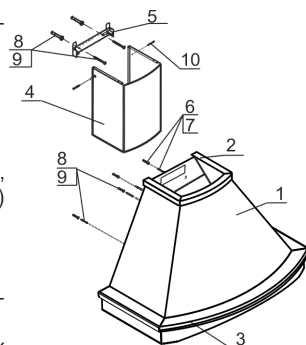

рис. 3
6.1* Прежде чем навесить кухонную вытяжку, необходимо верхнее деревянное обрамление (поз. 2, рис. 3) приклеить к корпусу вытяжки (поз. 1, рис. 3). Снимите защитную полосу с двухсторонней самоклеящейся ленты, которая наклеена на обрамлении и приклейте его к корпусу вытяжки.